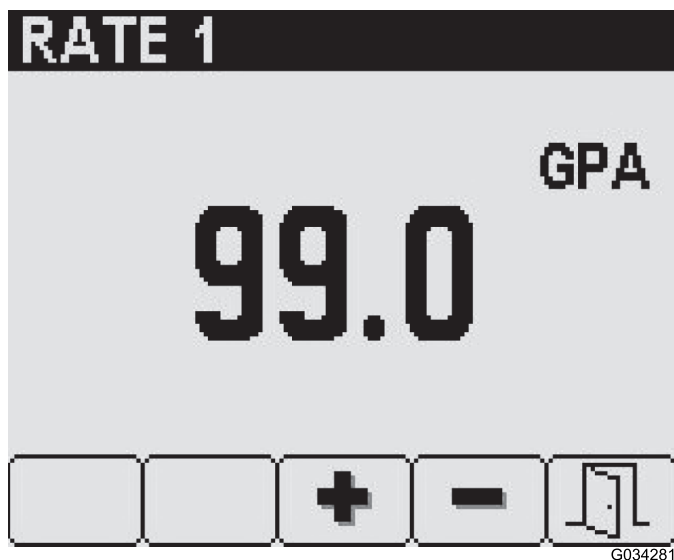

Figura 8
3. No ecrã para a taxa seleccionada, utilize os botões 3 e 4 para definir a taxa pretendida (Figura 8).